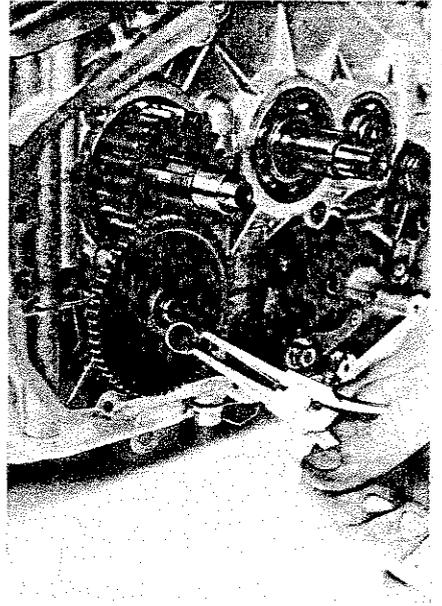

Fig. 122
- 17) Con una pinza apposita togliere l'anello seeger della corona della pompa dell'olio (Fig. 122), quindi, senza danneggiare la gabbia del cuscinetto di banco, facendo leva
- 17) Remove the oil pump driven gear circlip using suitable pliers (Fig. 122) and, with two screwdrivers lever the primary drive pinion off the crankshaft splines, taking care not to